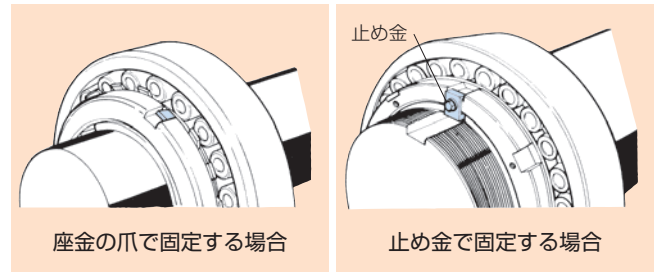

図33
(5) ロックナットおよび油圧ナットを外し、取付け軸に適合した座金をセットし軸用ナットを締付け、ナットの切欠部に座金の爪を折り曲げて固定します。なお、大形ナットの場合は止め金を使用します（図33参照）。